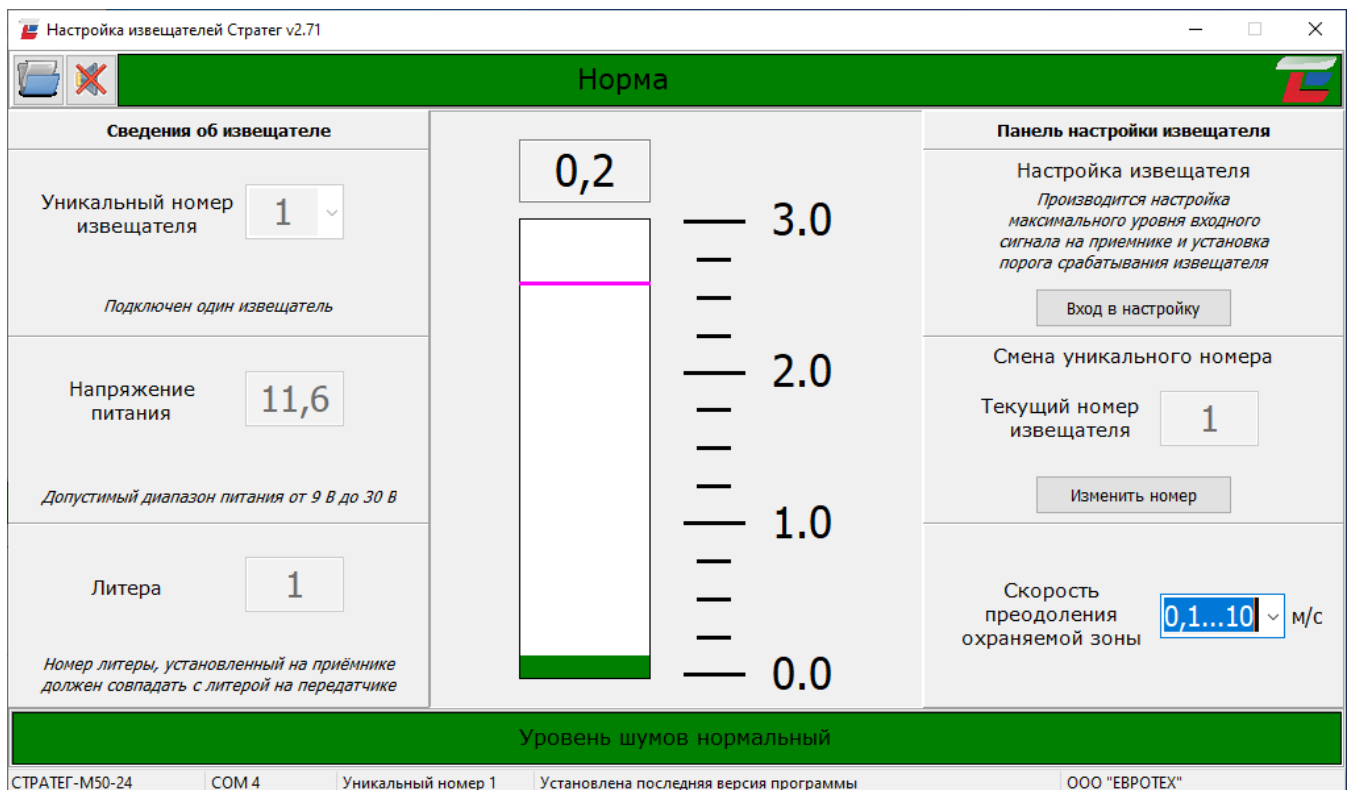

Рисунок 28
2.3.10.2 После завершения настройки появится окно с информацией об извещателе (рисунок 28).